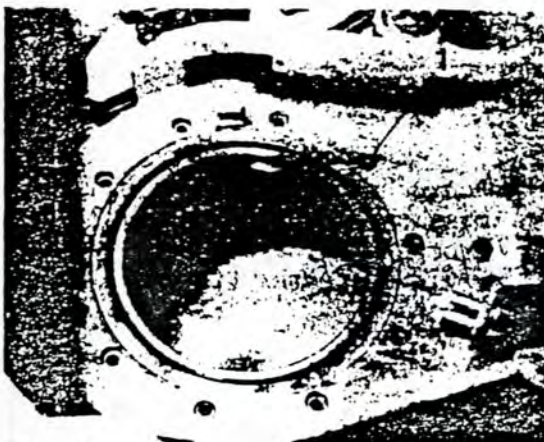

Fig. 5
- Das Kreuzrollenlager kann durch Entfernen der zehn Innensechskantschrauben (Fig. 5/1) demontiert werden.
- Disassemble cross roller bearing by removing the ten hexagon socket-head bolts (Fig. 5/1).
- Le roulement à rouleaux croisés est démontable après enlèvement des dix vis six pans creux (fig. 5/1).